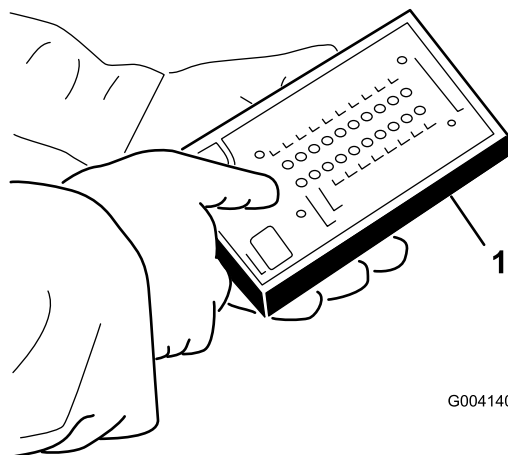

Figure 28
5. Branchez le connecteur de l'affichage de diagnostic ACE au connecteur du faisceau de câblage (Figure 28).